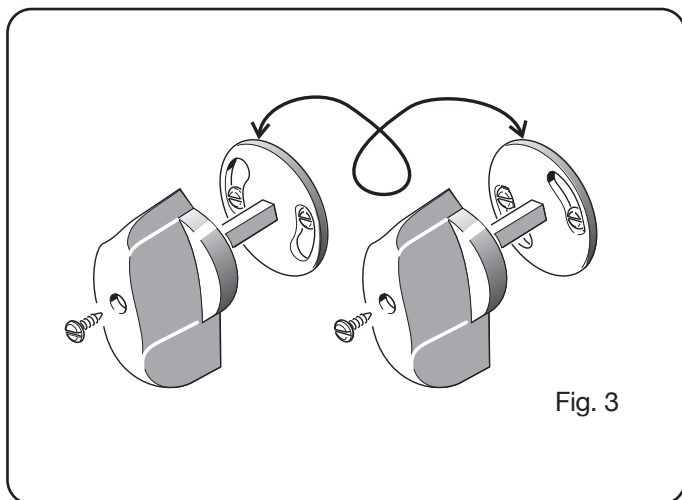

Fig. 3
Asegurarse de que la tensión de alimentación corresponda a la indicada en el panel frontal de la máquina. El cambio de tensión se obtiene girando el disco situado debajo de la manecilla del interruptor de red (ver fig.3).
- velocidad elevada. Asegurarse siempre de que el arco penetre completamente en la pieza por cortar y que no tenga nunca una inclinación en el sentido de avance, superior a lo 10 - 15° (ver fig.3). Se evitarán consumos incorrectos de la tobera y quemaduras en el portatorbera.